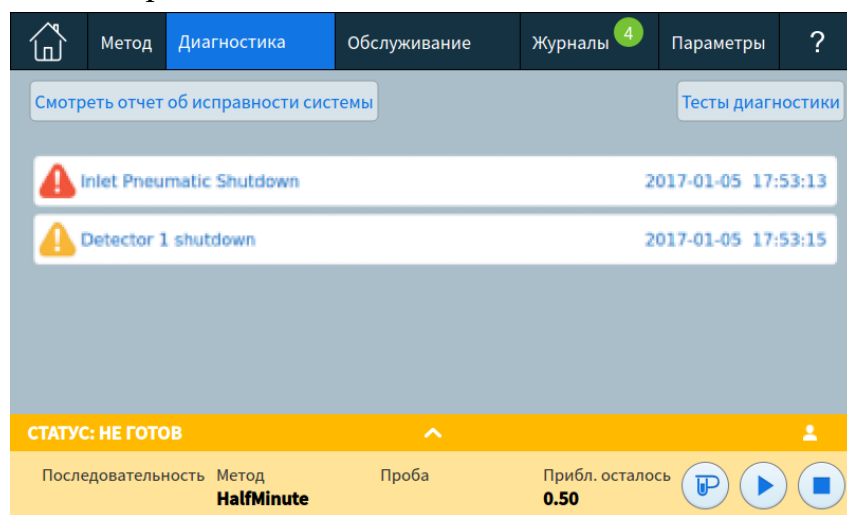

Рис. 23 Представление диагностики
Здесь также показан список всех активных оповещений и отчет о работоспособности системы. См. Рис. 23.
- 1 На сенсорном экране коснитесь пункта **Диагностика**. Появится представление диагностики. См. Рис. 23. Здесь показан перечень всех актуальных предупреждений.